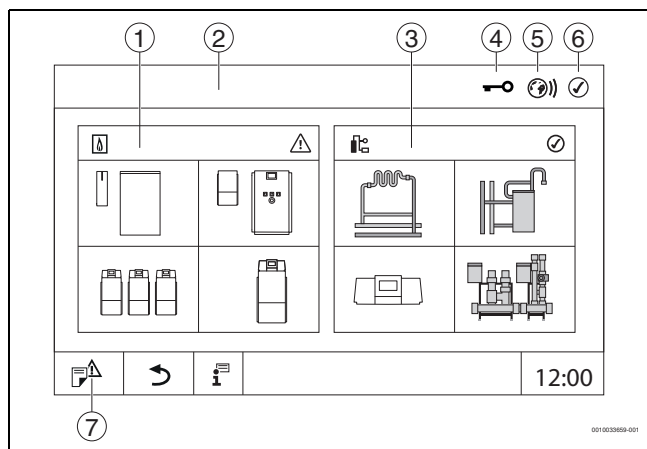

Рис. 2 Обзор системы (пример)
- Коснитесь **установка** (→ рис. 2, [3], стр. 6).